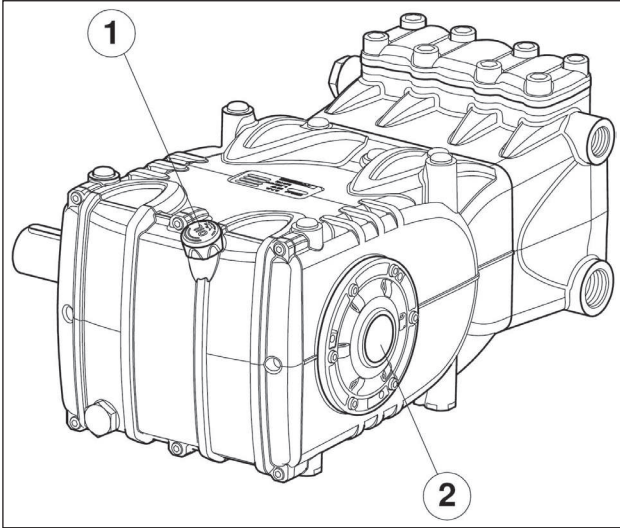

Fig. 14
- Le niveau d'huile dans le carter de pompe est correct, en le mesurant avec la jauge d'huile appropriée (rep. ①, Fig. 14) et exceptionnellement avec le voyant de niveau (rep. ②, Fig. 14).